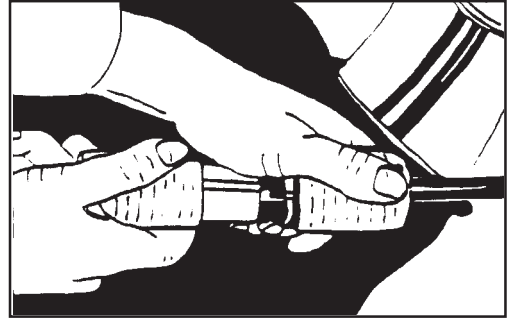

Figure 5
2. Raccordez la rallonge au petit cordon d'alimentation de la machine. Voir Figure 5.